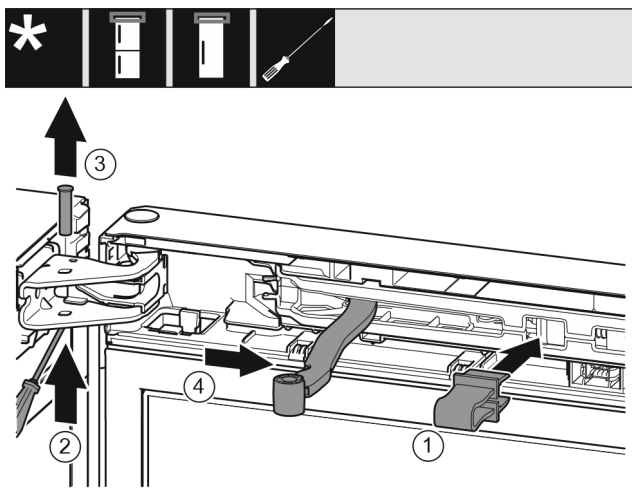

Fig. 9
- ▶ Fixați în poziție siguranța în deschizătură. Fig. 9 (1)
- ▶ Extrageți bolțul cu șurubelnița. Fig. 9 (2)
- ▶ Extrageți în sus bolțul. Fig. 9 (3)
- ▶ Rotiți articulația în direcția ușii. Fig. 9 (4)